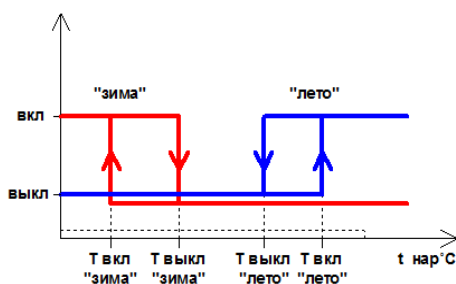

Рис. 6 График переключения климата в автоматическом режиме.
- одно из следующих условий температурного баланса (см. рис. 6):
При температуре наружного воздуха « $t_{\text{нар}}$ » $<$ « $t_{\text{нар. выключения}}$ » (см. рис. 6а) рекуператор останавливается в целях защиты от обледенения. Это состояние доступно для наблюдения в меню и из сети диспетчеризации.
Основной рекомендуемый режим работы рекуператора (установлен по умолчанию)- **«прямой» режим** выбирается в меню Н31 «Режим уставки рекуператора» = Прямая. В этом режиме (см. рис. 6б) скорость рекуператора напрямую зависит от аналогового выхода 1 нагрева/охлаждения. Зона нагрева/охлаждения делится на 2 части уставкой «Ручная
Рис. 6а Температурный график работы роторного рекуператора.
Рис. 6б. Работа роторного рекуператора в прямом режиме